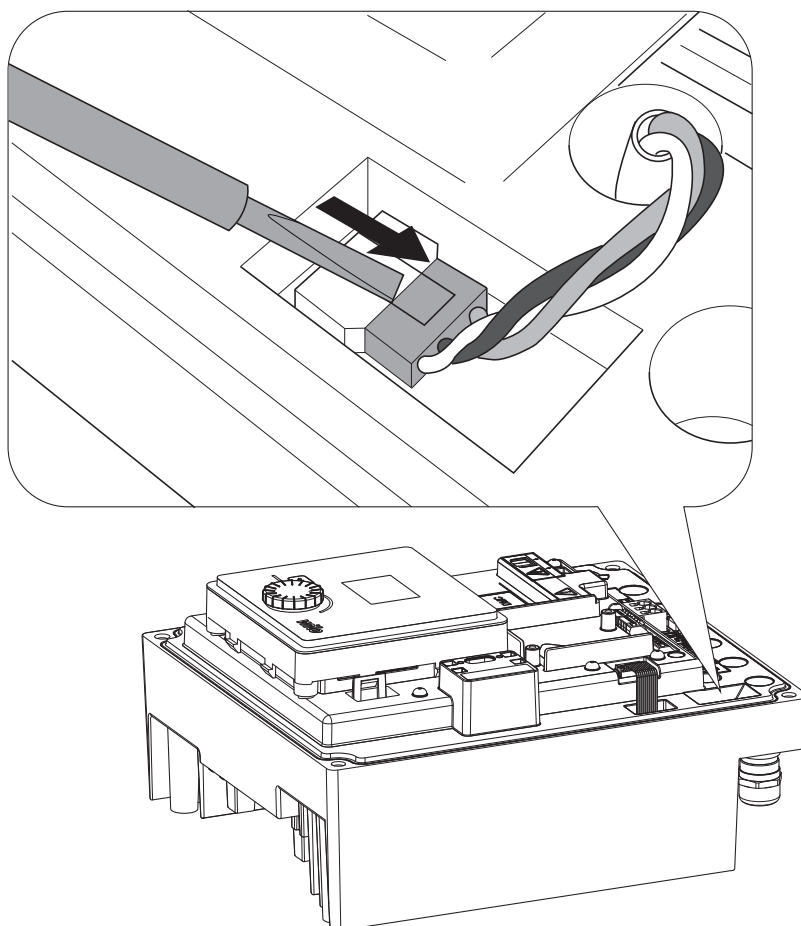

Fig. 46: Від'єднання під'єднувального кабелю вентилятора модуля
- Витягти під'єднувальний кабель вентилятора модуля. (Fig. 46).